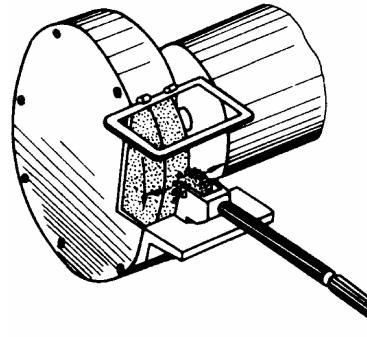

图 3-6 砂轮修整
- ① 车刀刃磨时,不能用力过大,以防打滑伤手。
- ② 车刀高低必须控制在砂轮水平中心,刀头略向上翘,否则会出现后角过大或负后角等弊端。
- ③ 车刀刃磨时应作水平的左右移动,以免砂轮表面出现凹坑。
- ④ 在平形砂轮上磨刀时,尽可能避免磨砂轮侧面。
- ⑤ 砂轮磨削表面须经常修整,使砂轮没有明显的跳动。对平形砂轮一般可用砂轮刀在砂轮上回来修整,如图 3-6 所示。